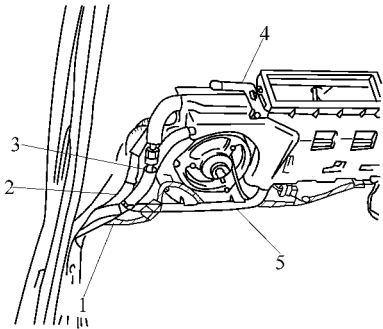

图 19-38 从冷气装置的进口接头脱开液体管
(4) 从冷气装置的进口接头脱开液体管子，出口接头脱开吸入管，以及脱开接插件和排水软管，如图 19-38 所示。